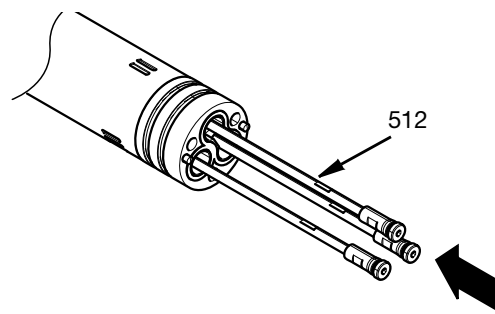

FIG. 29
9. Włożyć prętowe zawory odcinające pręta (512) przez złączkę do korpusu głównego. Patrz FIG. 29.